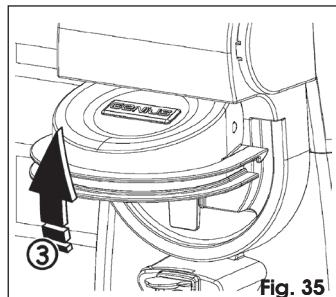

Fig. 35
- Open het deksel van het ontgrendelingsmechanisme, Fig. 35.